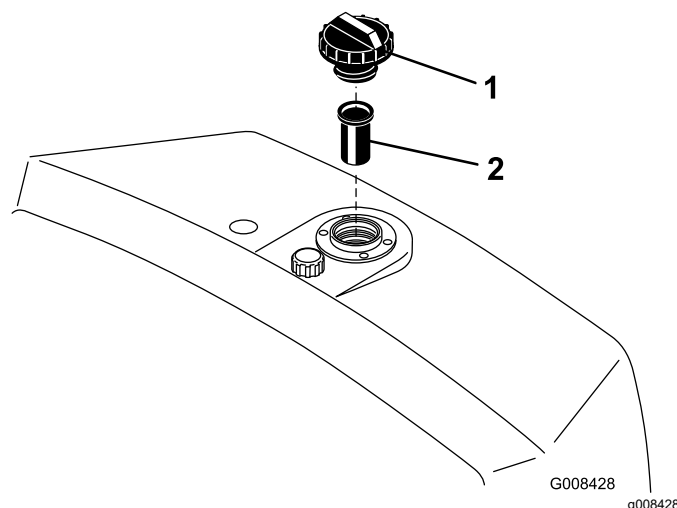

Рисунок 49
2. Снимите крышку с бака и проверьте уровень жидкости. Жидкость должна доходить до низа сетки в шейке заливной горловины (Рисунок 49).